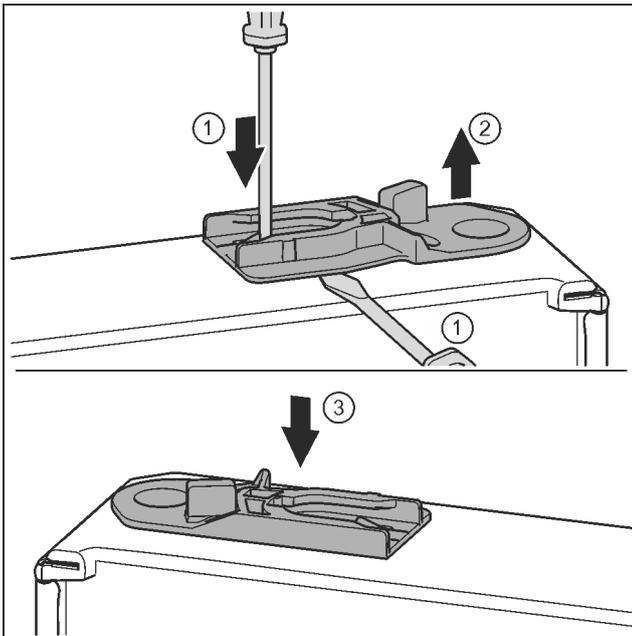

Fig. 35\*
- ▶ Führungsbuchse herausziehen: Lasche mit Schlitzschraubendreher drücken und gleichzeitig mit Schlitzschraubendreher unter Führungsbuchse fahren. Fig. 35 (1, 2)
- ▶ Im Lieferumfang beiliegende Führungsbuchse auf anderer Gehäuseseite einschieben. Fig. 35 (3)